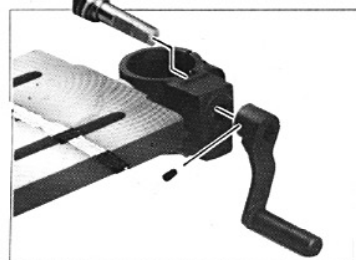

図2-1
- (1) ④テーブルブラケットの内側から⑤ギアシャフトを差し込んで下さい。図2-1